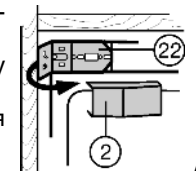

Fig. 17
- ▶ Закройте боковую часть крепежного уголка Fig. 17 (22).
- ▶ Снова защелкните крышку Fig. 17 (2).
- ▶ Закройте все отверстия пробками Fig. 17 (30, 5).